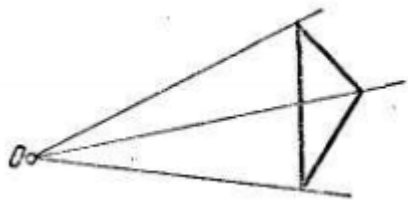

Рисунок 2
6. Какова будет величина изображения (рисунок 2), если картинная плоскость находится между центром О и проецируемым предметом